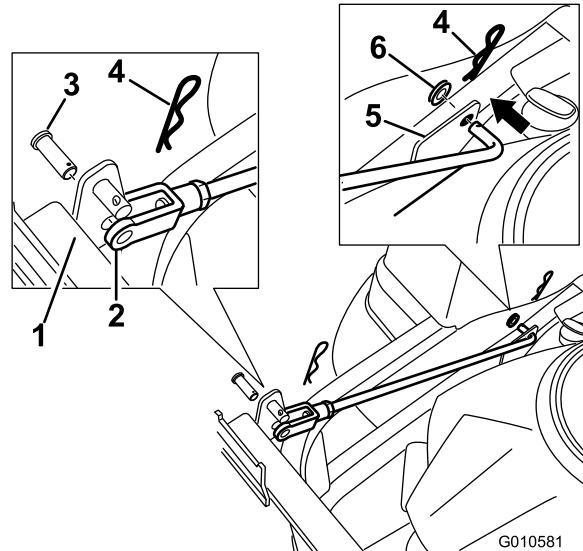

Figure 6
6. Montez deux tiges de support de chaque côté du bâti. Placez le support existant entre la roue motrice arrière et le bâti (Figure 6).
7. Insérez l'extrémité coudée de la tige dans le bâti du système de ramassage, comme illustré à la Figure 6. Fixez le bout de la tige avec une rondelle et une goupille fendue.
- D. Fixez le côté chape des tiges au bâti du système de ramassage à l'aide d'un axe de chape et d'une goupille fendue (Figure 6).